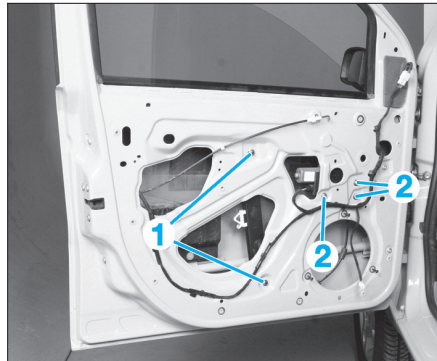

FIG. 78
- Déposer les vis de fixation (1) et (2) (Fig.78).